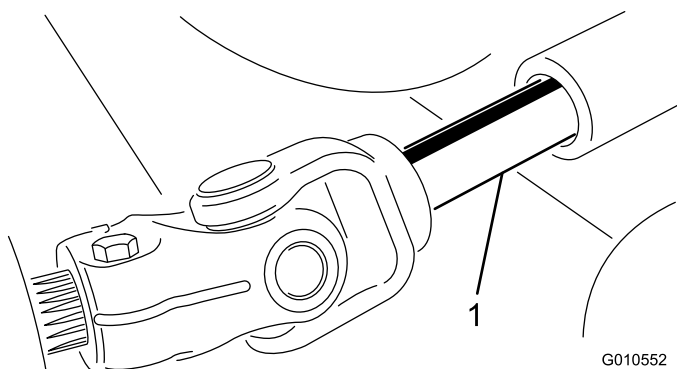

Figure 25
5. Éloignez le plateau de coupe de la machine, en séparant les parties mâle et femelle de l'arbre de PDF (Figure 25).
3. Insérez l'arbre de PDF mâle dans l'arbre de PDF femelle (Figure 25).